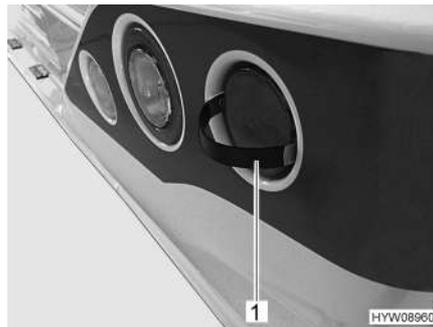

Fig. 101 Retirar la cubierta
- Insertar las lengüetas de engatillado de la herramienta entregada (Fig. 101,1) en la cubierta del modo mostrado.